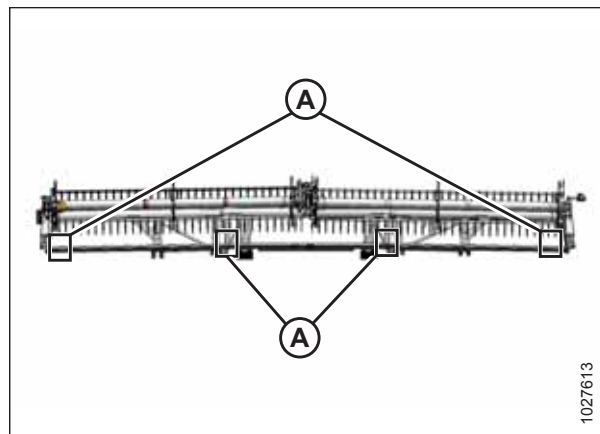

Abbildung 5.302: Messstellen an FlexDraper®-Schneidwerk mit zweiteiliger Haspel
- Abbildung 5.302, Seite 583 – zweiteilige Haspel